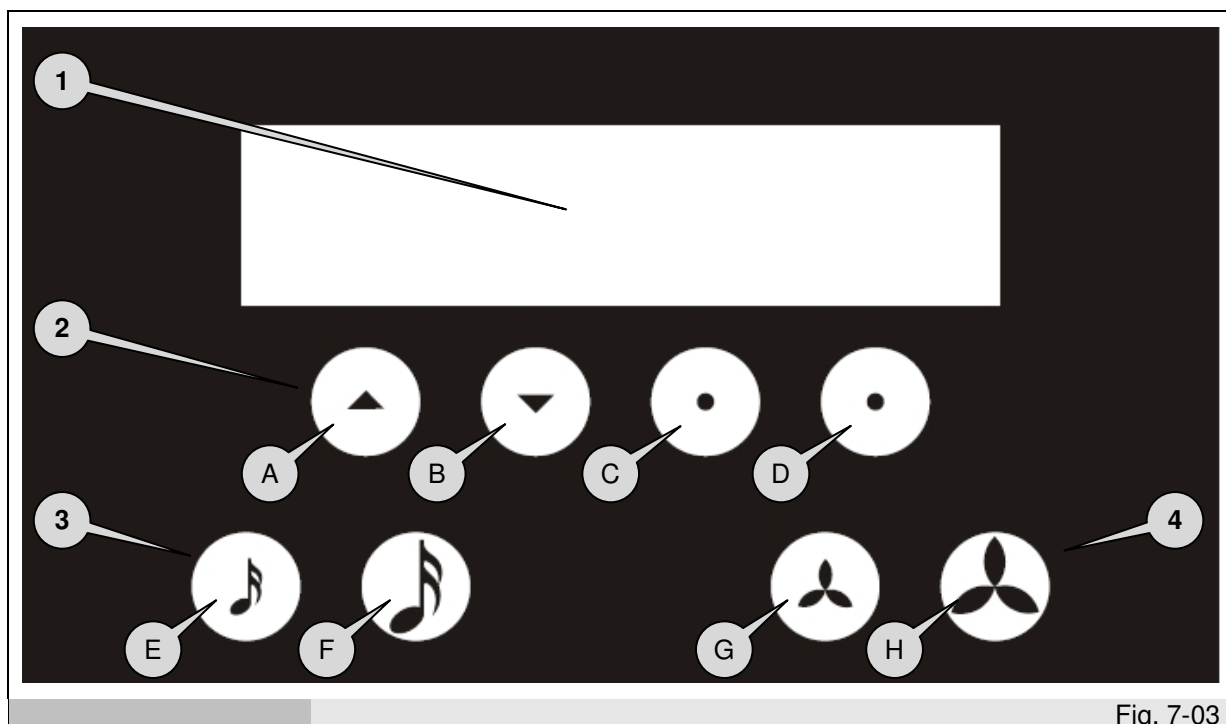

Fig. 7-03
1. Display (ref. 1 fig. 7-03)
2. Tasti multifunzione (ref. 2 fig. 7-03)
3. Tasti controllo volume (ref. 3 fig. 7-03)
4. Tasti controllo ventola cabina (ref. 4 fig. 7-03)
In questa fase è possibile spegnere la luce di cortesia premendo il tasto 'D' (Fig.7-03) per 5 secondi, per riaccendere la luce di cortesia premere il tasto 'D' per 5 secondi.
Premere START (pulsante 'C' - Fig.7-03) per passare alla videata 1.
Premere START (pulsante 'C' - Fig.7-03) per iniziare la seduta ANTIAGE (le lampade si accendono) e passare alla videata 2; tener premuto il tasto 'D' (Fig.7-03) per 5 secondi per tornare alla videata iniziale.
Premere i tasti 'E' o 'F' (Fig.7-03) per passare alla videata 3.
Premere i tasti 'G' o 'H' (Fig.7-03) per passare alla videata 4.
Premere il tasto STOP ('D' - Fig.7-03) per terminare il trattamento ANTIAGE e passare alla videata 5.
In questa videata è possibile aumentare o diminuire a piacere il volume audio agendo sui tasti 'F' o 'E' (Fig.7-03).
In questa videata è possibile aumentare o diminuire a piacere il flusso d'aria raffreddamento cabina abbronzante agendo sui tasti 'H' o 'G' (Fig.7-03).
Allo scadere del tempo della seduta o premendo il tasto STOP ('D' - Fig.7-03) dalla videata 2 si passa alla videata 5. Durante questa fase si spengono le lampade e viene impostata la velocità massima alla ventola di raffreddamento cabina. Sul display viene visualizzata la scritta "RAFFREDDAMENTO". Trascorso il tempo di raffreddamento il ventilatore si fermerà e comparirà la videata iniziale. A questo punto l'apparecchiatura è pronta per iniziare un altro trattamento estetico.
In questa videata è possibile selezionare il tipo di trattamento desiderato (premendo i pulsanti 'A' o 'B' - Fig.7-03) tra: ANTIAGE, ANTIAGE+ANTICELL, ANICELL, ANTIAGE+SLIMMING, SLIMMING, ANTIAGE+TONING e TONING.
Premere OK ('C' - Fig.7-03) per confermare la scelta del trattamento e passare alla videata 8, premere ESC ('D' Fig.7-03) per tornare alla videata Iniziale.
Premere START ('C' - Fig.7-03) per iniziare la seduta e passare alla videata 9; tener premuto il tasto 'D' (Fig.7-03) per 5 secondi per tornare alla videata 7.
Premere il tasto STOP della pedana vibrante ('A' - Fig.7-03) per fermare il trattamento Beauty Vibro Plate^{PLUS}; nel caso sia in funzione anche il trattamento ANTIAGE sul display sarà ancora visibile il tempo restante e la scritta STOP delle lampade, nel caso il trattamento ANTIAGE non sia in funzione si torna alla videata iniziale.
Premere il tasto STOP del trattamento ANTIAGE ('D' - Fig.7-03) per spegnere le lampade e avviare il raffreddamento, nel caso sia in funzione anche il trattamento pedana sul display sarà ancora visibile il tempo restante pedana e la scritta STOP sul trattamento pedana, nel caso il trattamento pedana non sia in funzione si passa alla videata 5.
Premere il tasto 'E' o 'F' (Fig.7-03) per passare alla videata 3.
Premere il tasto 'G' o 'H' (Fig.7-03) per passare alla videata 4.
In questa videata è possibile aumentare o diminuire il volume audio premendo i tasti 'F' o 'E' (Fig.7-03).
In questa videata è possibile aumentare o diminuire a piacere il flusso d'aria del raffreddamento cabina agendo sui tasti 'H' o 'G' (Fig.7-03).
Per accedere al Menu di Servizio dalla videata iniziale premere contemporaneamente per 5 secondi i tasti 'A' e 'D' (Fig.7-03):